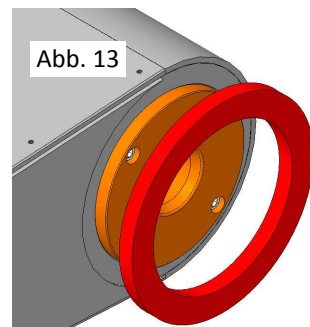

Abb. 13
8. Die Unterlegscheibe der unteren Dichtung abnehmen und ihre Aufnahme reinigen (Abb. 13).